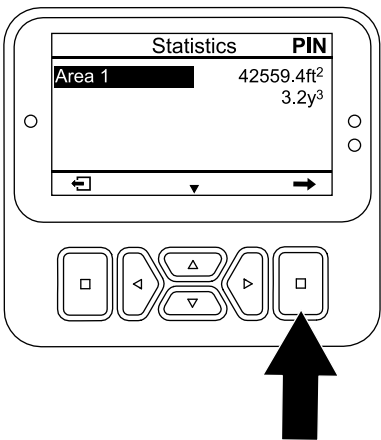

Figura 98
- 1. No ecrã STATISTICS, prima o botão baixo até a opção AREA 1 estar seleccionada (Figura 98).